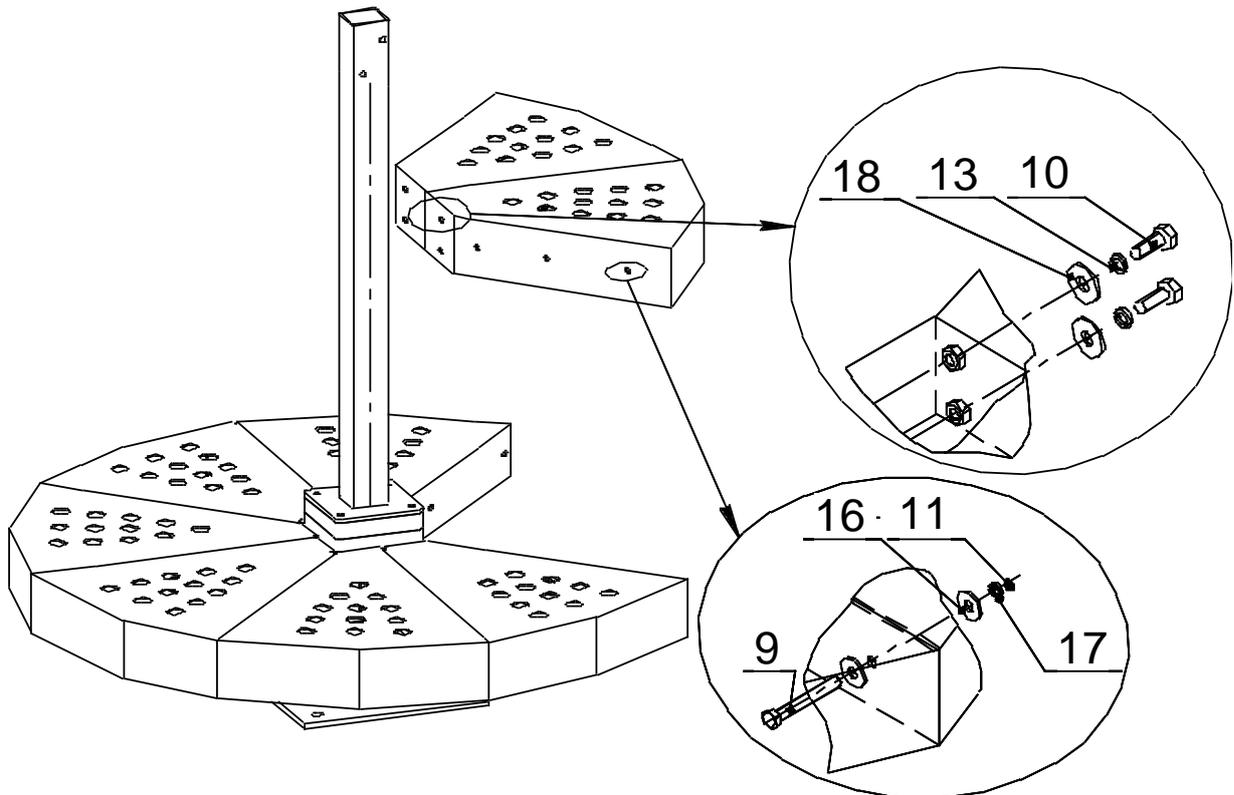

Рис. 6
11.3.4 Установить платформы на подшипниковый узел согласно рис.6.